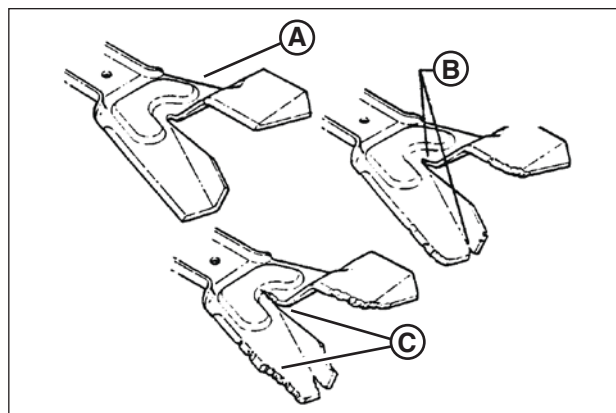

Figure 20 : Limites d'usure de la lame Ninja
1. Inspecter fréquemment la lame (**Figure 20**) pour voir si elle est excessivement usée ou endommagée :